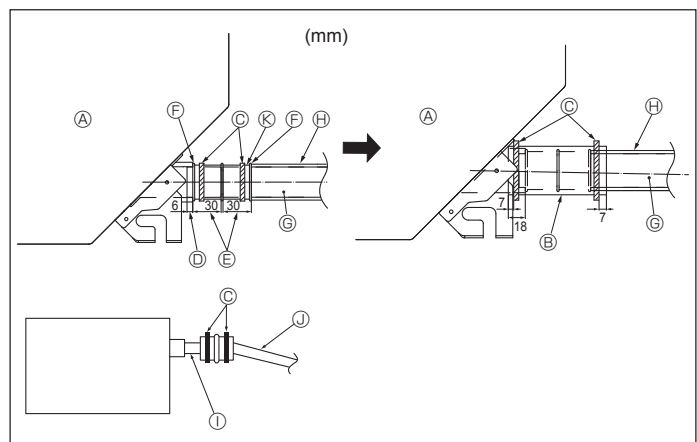

Fig. 4-5
1. Raccorder la prise d'écoulement (fourni avec l'appareil) au port de drainage. (Fig. 4-5) (Apposer le tube à l'aide de ruban adhésif en PVC puis le fixer avec une sangle.)